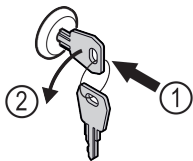

Fig. 162
- ▶ Πιέστε μέσα το κλειδί. Fig. 162 (1)
- ▶ Περιστρέψτε το κλειδί 90° αριστερόστροφα. Fig. 162 (2)